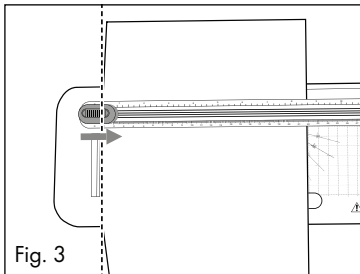

Fig. 3
- 1) Desplace el cabezal de corte ❶ hasta el tope. El cabezal de corte ❶ puede desplazarse hasta los dos extremos de la guía de corte ❹.
- 2) Coloque el papel/la funda bajo la guía de corte ❹.
- 3) Utilice las marcas de la regla de corte ❸ para alinear exactamente el papel/la funda si, p. ej., desea acortarlos o cortarlos en diagonal (consulte las figs. 3 y 4).